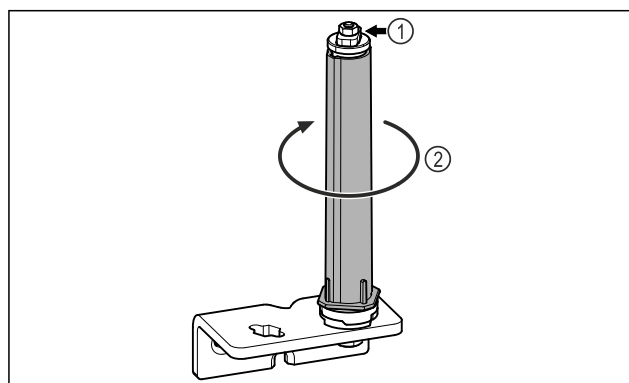

Fig. 23
- Ne pas démonter le système de fermeture de la porte Fig. 23 (1).
- Faire tourner le système de fermeture Fig. 23 (2) jusqu'à entendre un clic.